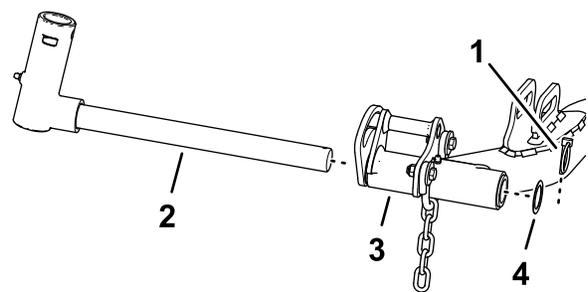

**Bild 24**
1. Schieben Sie ein Mähwerk unter den Hubarm (Bild 24).